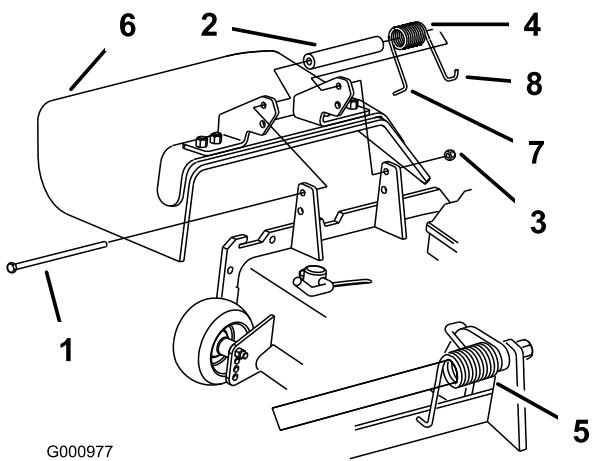

Figure 36
1. Retirez le contre-écrou, le boulon, le ressort et l'entretoise qui fixent le déflecteur aux supports de pivot (Figure 36). Déposez le déflecteur d'herbe s'il est endommagé ou usé.
Remarque: Prenez soin de placer l'extrémité en L du ressort derrière le bord du plateau avant de mettre le boulon en place, comme montré à la Figure 36.
3. Remettez le boulon et l'écrou en place. Accrochez l'extrémité en J du ressort au déflecteur d'herbe (Figure 36).